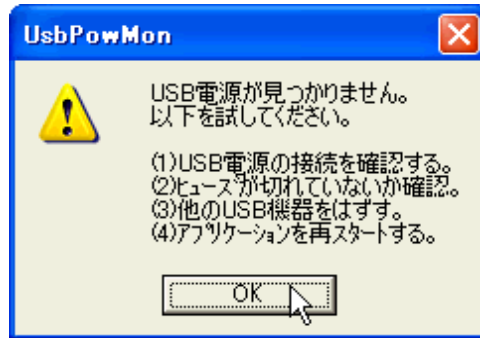

図 8-1 USB 電源が見つかりません(UsbPowMon.exe 立ち上げ時)
①UsbPowMon.exe の立ち上げ時に図 8-1 のようなダイアログが出る